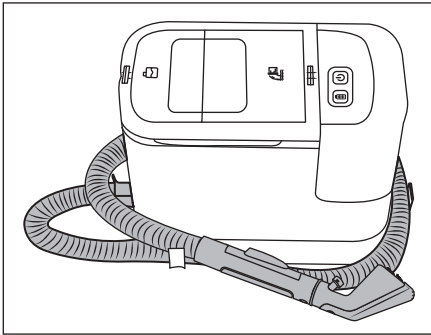

Fig. 10
- ⓘ **Remarque :** (1) Videz le réservoir d'eau propre 2 si vous n'utilisez pas l'appareil pendant une période prolongée. (2) Rangez l'appareil uniquement lorsqu'il est propre. Suivez pour cela la description au chapitre **Nettoyage et entretien**.
- ◆ Retirez le support de flexible 15 de l'appareil. Enroulez le flexible de pulvérisation/aspiration 19 autour de l'appareil et servez-vous en même temps des supports de flexible 15/16 (voir fig. 10).